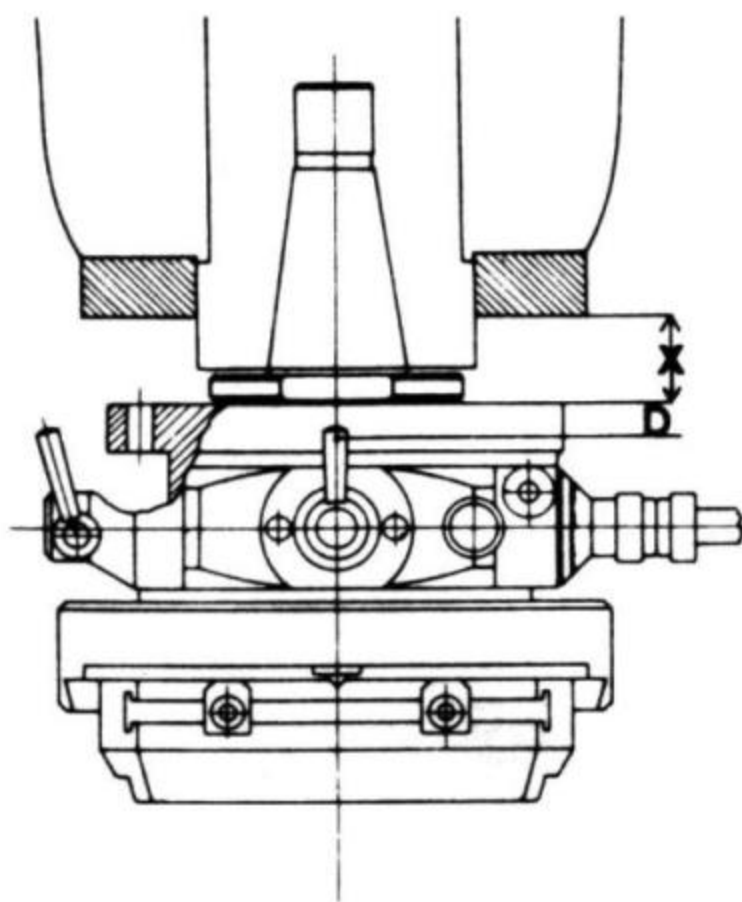

Fig. 4
- 3 - Mesurer exactement la cote X (Fig. 4)